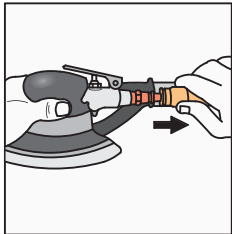

Рисунок 8. Отключение пневмолинии.
- Отсоедините пневмолинию от разъёма шлифовальной машинки, предварительно стравив давление (рис. 8).